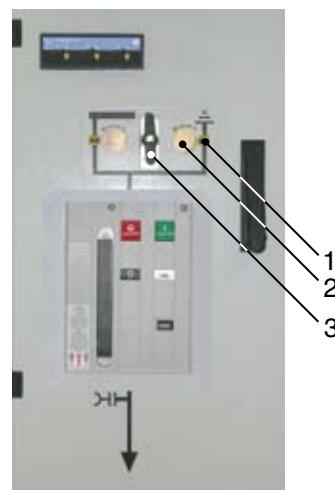

Рис. 6.2.4. Блок управления ручного привода 1, вид на закрытую дверь аппаратурного шкафа
Ручные приводы (рис. 6.2.4 и 6.2.5) задействуются при закрытой двери аппаратного шкафа. Соответствующее отверстие (2) для крепления рукоятки освобождается вращением селекторного рычага (3). Положение переключения отображается механически (1). Чтобы предотвратить ошибки управления, ручные приводы механически блокированы от соответствующего силового выключателя.